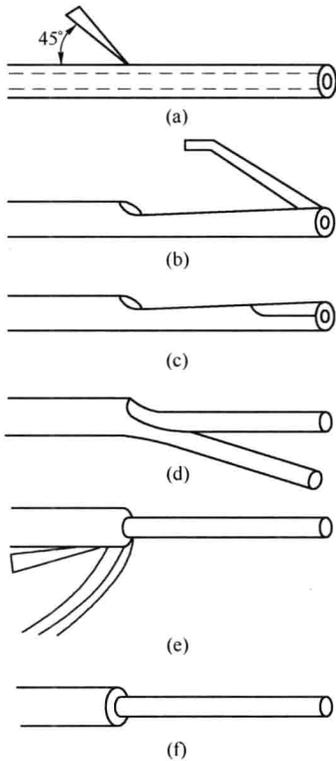

图 1-1 塑料硬导线绝缘层的剥削
塑料硬导线绝缘层剥削的具体步骤如图 1-1 所示。
- (1) 按所需线头长度用电工刀以 45° 左右倾斜切入塑料绝缘层,不可切入线芯,如图 1-1(a) 所示。
- (2) 将电工刀与线芯保持 15° 左右均匀用力向线端推削,切勿割伤线芯,如图 1-1(b) 所示。
- (3) 削去一部分塑料层,如图 1-1(c) 所示。
- (4) 把剩余部分塑料层翻下,如图 1-1(d) 所示。
- (5) 用电工刀在下翻部分的根部切去塑料层,如图 1-1(e) 所示。
(6) 削去绝缘层,露出线芯的塑料绝缘,如图 1-1(f)所示。